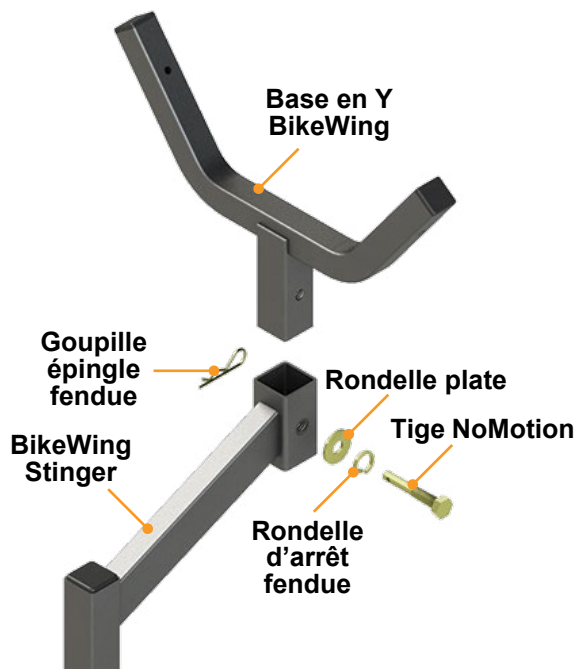

Fig.4
1. Installer la base en Y sur le Stinger (au besoin) et fixer en place avec la tige NoMotion, les rondelles et la goupille épingle fendue (**Fig.4**).